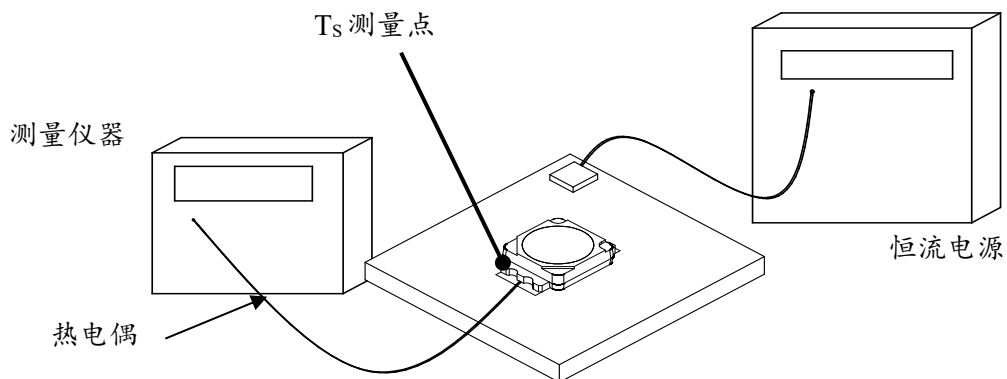

图3. 测温环境(日亚推荐)
1) 如图3所示将热电偶固定在LED的 T_S 测量点(负极)上后驱动,然后对达到热平衡状态的LED的 T_S 、 I_F 和 V_F 进行测量。